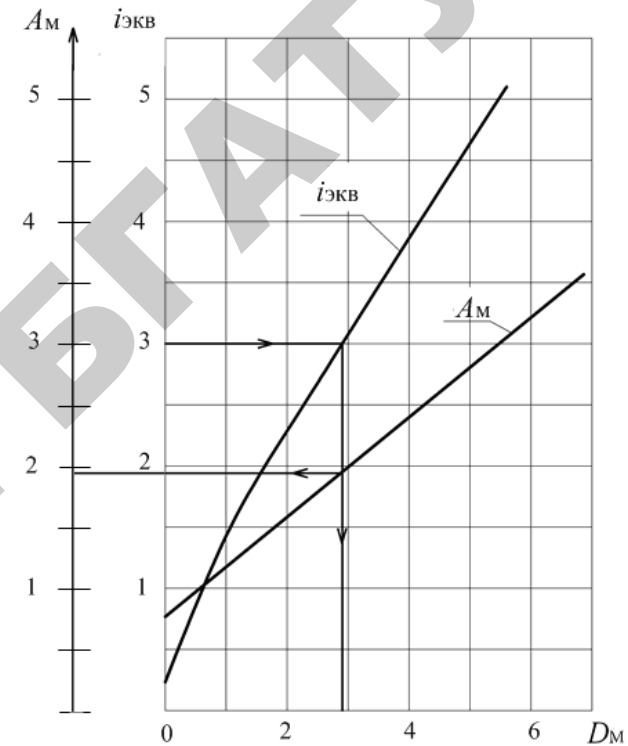

Рис. 7.2. Кривые для расчета максимального момента и соответствующего скольжения при динамическом торможении асинхронного электродвигателя
• к пункту 5 задания. Пользуясь рис. 7.2, определить параметры A_M и D_M . Для этого отложить значение эквивалентного тока (в относительных единицах) по вертикальной оси и провести горизонтальную линию до пересечения с линией эквивалентного тока в точке а. С точки а опустить перпендикуляр на ось D_M . Записать значение D_M . Перпендикуляр из точки а пересекает линию A_M в точке б. Из точки б провести горизонтальную линию на ось A_M . Записать значение A_M .